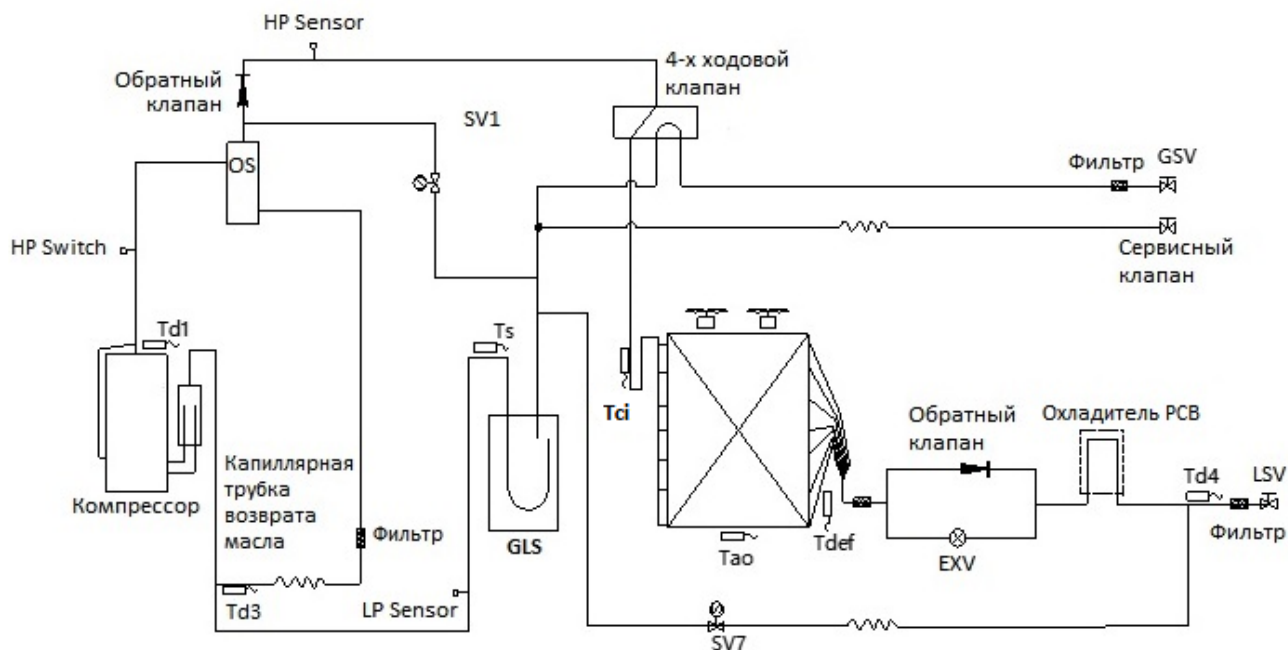

Рис.1.1
- При работе системы в режиме охлаждения компрессор нагнетает парообразный фреон в теплообменник наружного блока, где в результате теплообмена с окружающим воздухом парообразный фреон высокого давления и температуры конденсируется. Затем жидкий фреон по жидкостной трубе фреопровода поступает во внутренние блоки (см. рис.1.1...1.4.).
- Для смазки подвижных частей в компрессоре циркулирует масло. С целью предотвращения выброса критического количества масла в контур, в установке установлен *сепаратор масла (OS)*. В сепараторе задерживается и возвращается обратно в компрессор масло, ушедшее вместе с фреоном при нагнетании.